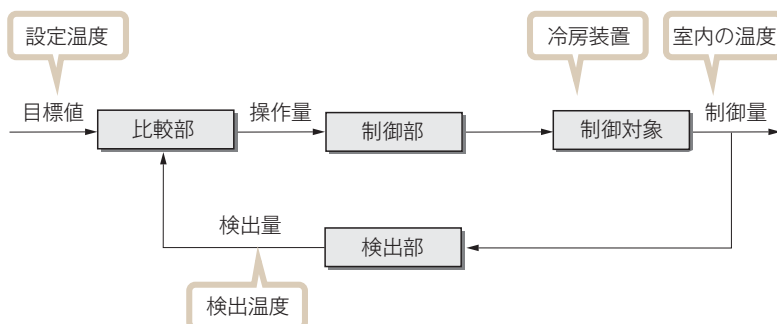

図 23 フィードバック制御の構成図
フィードバック制御は，図 23 のように，検出部・比較部・制御部・制御対象で構成される。比較部は，入力された目標値（設定温度）と，検出部で検出された検出量（検出温度）を比較し，必要な操作量を出力して**制御対象^③**（冷房装置）を操作し，適切な**制御量^④**（室内の温度）とする。フィードバック制御には，目標値の性質による分類と制御量の種類による分類がある。